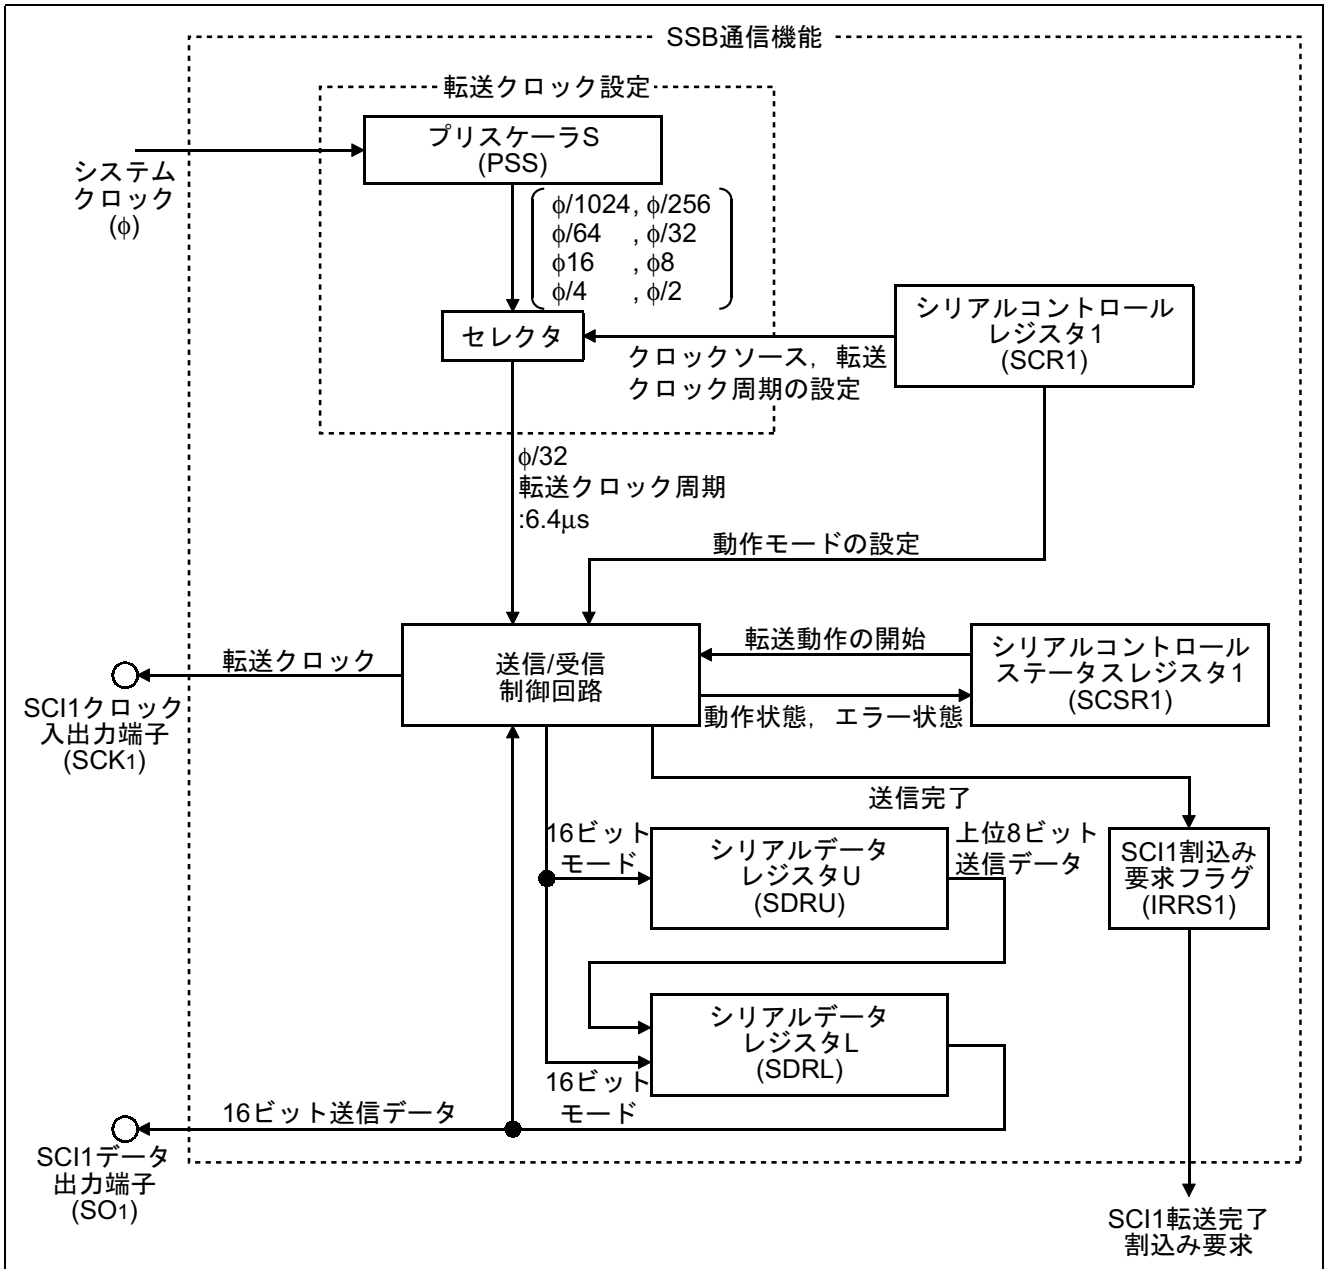

図2 SSB通信機能のブロック図
(1) 本タスク例では、シリアルコミュニケーションインタフェース(SCI: Serial Communication Interface)を使用して、SSB 通信を行いません。図 2 に SSB 通信のブロック図を示します。以下に SSB 通信のブロック図について説明します。